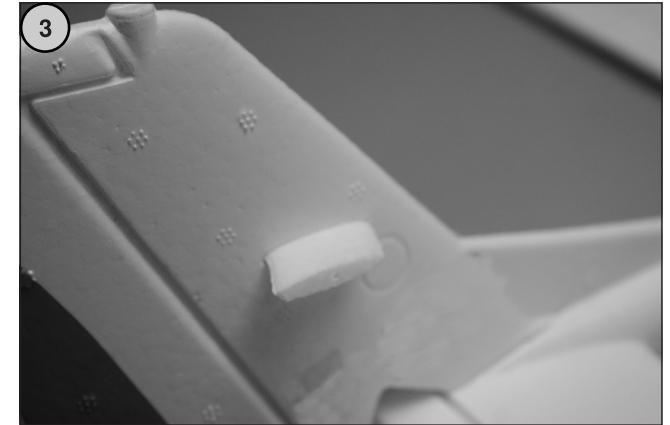

Bild 3
- Kleben Sie die horizontale Finne, wie auf Bild 3 zu sehen, mittig ins Seitenleitwerk. Die Pfeilung der Finne zeigt nach hinten.